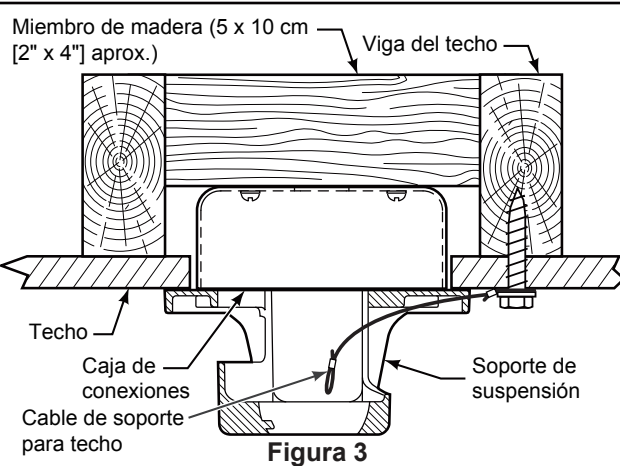

Figura 3
3. Afloje los dos tornillos de fijación del soporte del barral de soporte para techo a través de la varilla. Introduzca los cables de color negro, blanco, azul cables y cable de seguridad a través de la varilla. (Figura 3)
1. Perfore un orificio de 1/4" en la estructura del edificio para evitar grietas con la instalación del tornillo de intervalo. Utilice el tornillo de intervalo de 3/8"x2" y la arandela plana para fijar el cable de seguridad a la viga del techo o a la estructura de madera. Dicho tornillo pasará a través de arandela plana, la presilla del cable de seguridad y se fijará en la estructura del edificio. (Figura 3)
NOTA: el cable de soporte para techo no se puede asegurar solamente a la caja de conexiones; se debe asegurar directamente a la viga de techo o miembro estructural con el tornillo de cabeza cuadrada de 3/8"x2" y la arandela plana. (Figura 3)